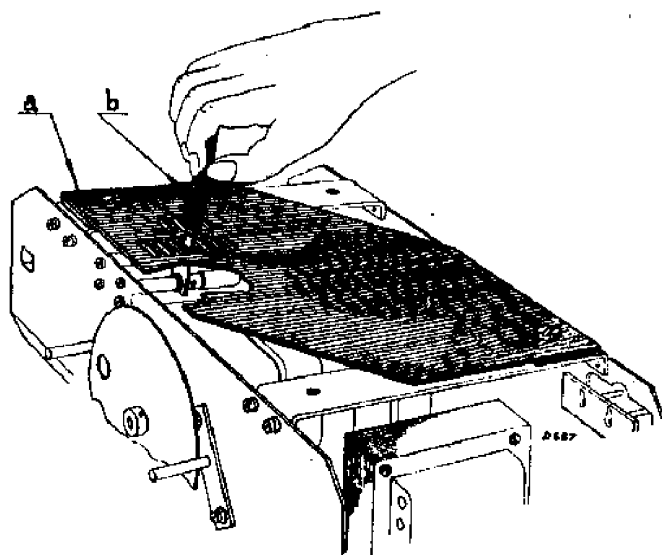

Fig.1.
2. Instelplaat tegen chassis schroeven (fig.1).